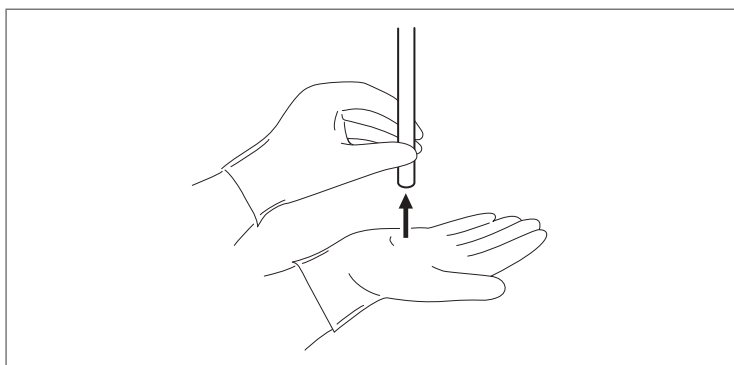

Figura 5.5
4. Plasați capătul distal al endoscopului la o distanță de aproximativ 1 cm de palma dvs. și apoi deplasați-l la aproximativ 5 cm de palmă. Observați imaginea de pe monitor pentru a vă asigura că luminozitatea este similară la ambele distanțe (Figura 5.5).